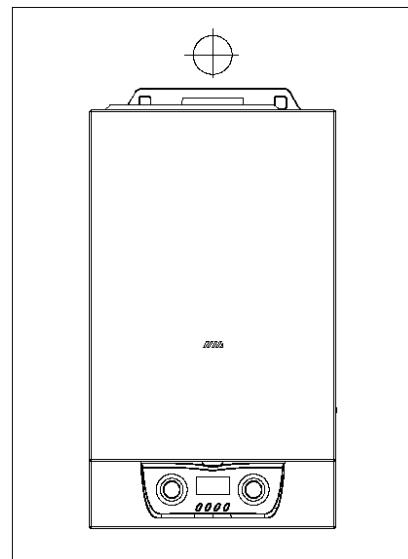

Рис. 8
- д) далее котел навесьте на подвесную панель (рис. 8)